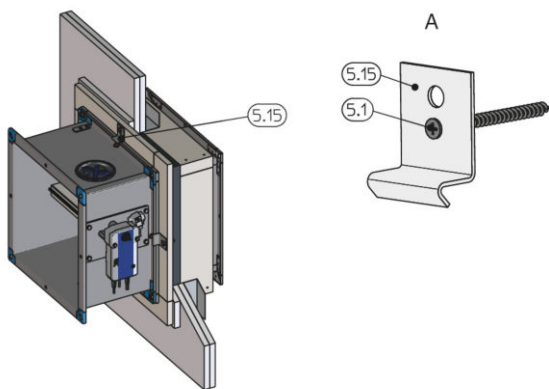

Abb. 100: Befestigung am Ständerwerk
2. ▶ Brandschutzklappe mit Klammern und Schnellbauschrauben am Ständerwerk befestigen, siehe Abb. 100.